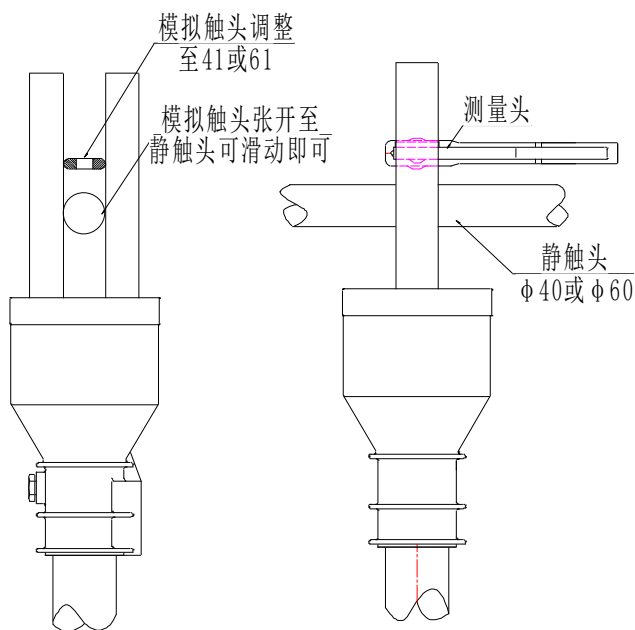

图 7 折臂式隔离开关(已挂静触头触头) 测量示意图
4.2.3 图 7 是折臂式隔离开关已装静触头的示意图。测量时将模拟触头尺寸 a 调整到大于静触头 1mm 左右，如静触头直径为 $\phi 40\text{mm}$ ，则需调整 $a=41\text{mm}$ 。一只手使缓慢地使模拟触头张开，另一只手抓住静触头晃动，如果静触头能在触指中轻松滑动或转动，这时压力仪上显示的读数即为该触头的接触压力。**注意：模拟触头的张开速度应该很缓慢！**